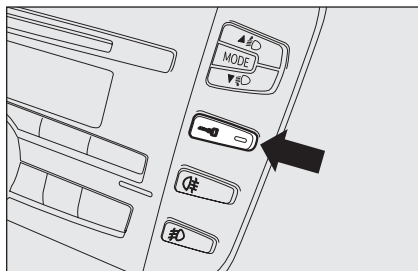

fig. 13
- bouton **fig. 13** de verrouillage/ déverrouillage des portes placé sur la façade centrale;